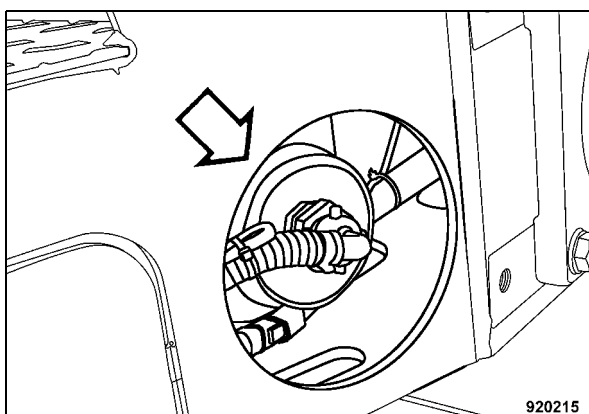

Fig. 149
- Desenroscar la manguera del filtro de agua (Fig. 149).